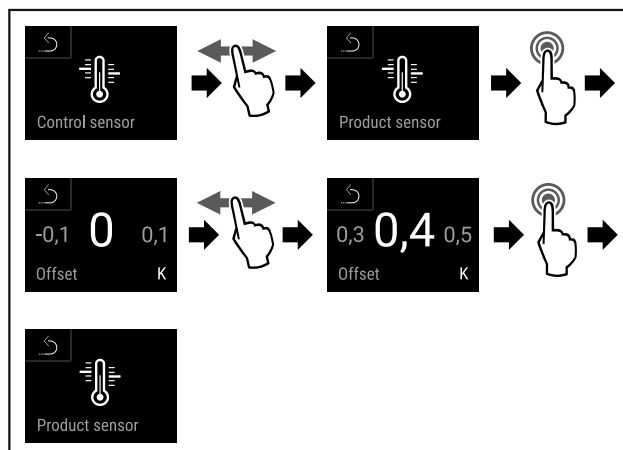

Fig. 139
- Stappen (zie Fig. 139) uitvoeren.